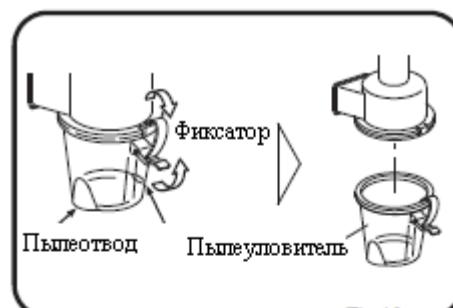

Fig.19
- Откройте фиксатор и снимите пылеуловитель (рис. 19).